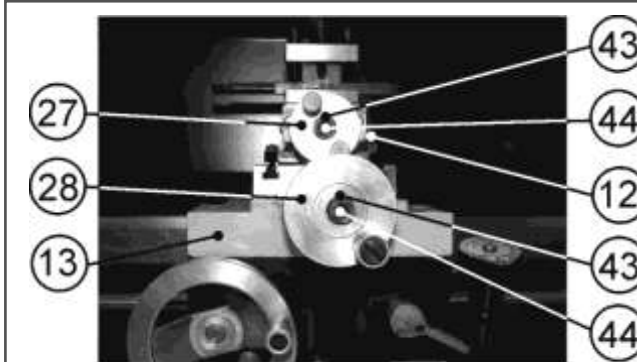

Рис. 8
9.4.2. Регулировка перемещения ходового винта поперечного суппорта (13), Рис. 8, выполняется так же, как регулировка перемещения ходового винта поворотного суппорта (12) (См. п. 9.4.1.).